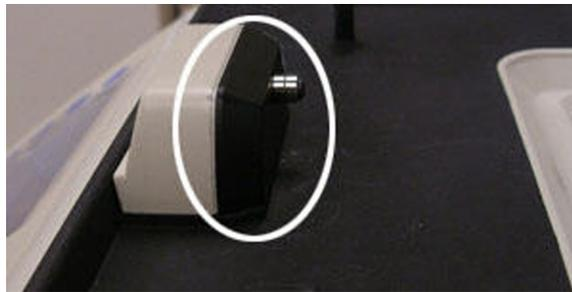

Figura 87. Patilha de bloqueio do módulo óptico.
5. Volte a montar o módulo de reacção com a tampa aberta, colocando de novo a patilha de bloqueio e fixando-a com os dois parafusos grandes. A Figura 87 mostra a patilha de bloqueio instalada.